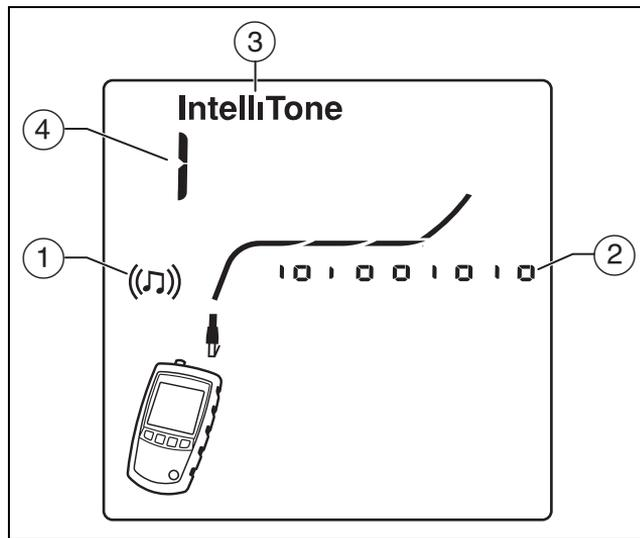

Figura 33. Display in modalità IntelliTone del toner
- 2 Premere **MODE** o **⏮** fino a che (🎵), **IntelliTone** e una sequenza di scorrimento di 1 s e 0 s non vengono visualizzati sul display (①, ② e ③ nella Figura 33).